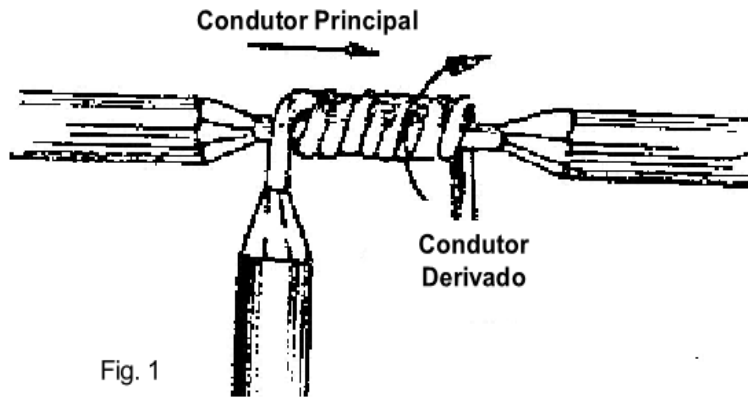

Fig. 1
Esta operação consiste em unir o extremo de um condutor (ramal) numa região intermediária do outro (rede), para tomar uma alimentação elétrica. Emprega-se em todos os tipos de instalações, com condutores de até 2,5mm. (Fig.1).
b) Desencape o outro condutor, na região onde se efetuará a emenda, num comprimento aproximado de 10 vezes o diâmetro do condutor. (Fig.1).